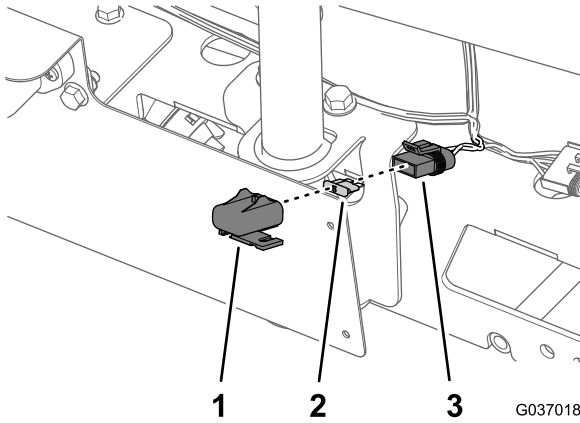

Figure 73
1. Retirez le couvercle de la douille de fusible (Figure 73).
2. Enlevez le fusible défectueux (Figure 73).
3. Insérez le nouveau fusible dans la douille jusqu'à ce qu'il soit complètement engagé (Figure 73).
4. Reposez le couvercle sur la douille de fusible (Figure 73).